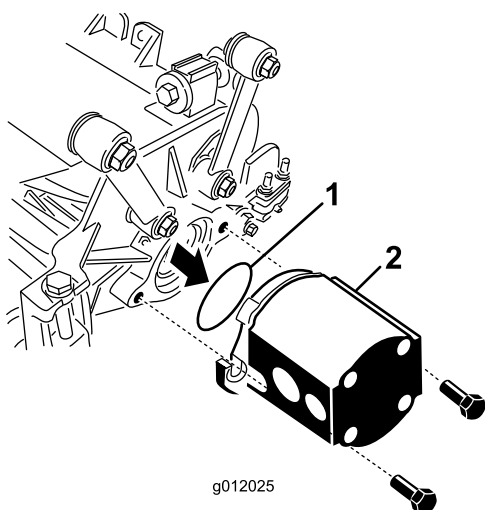

Bild 24
5. Setzen Sie den O-Ring (mit dem Mähwerk geliefert) am Bund des Antriebsmotors ein (Bild 24).
6. Montieren Sie den Motor am Antriebsende des Mähwerks und befestigen Sie ihn mit den zwei Kopfschrauben, die dem Mähwerk beiliegen (Bild 24).